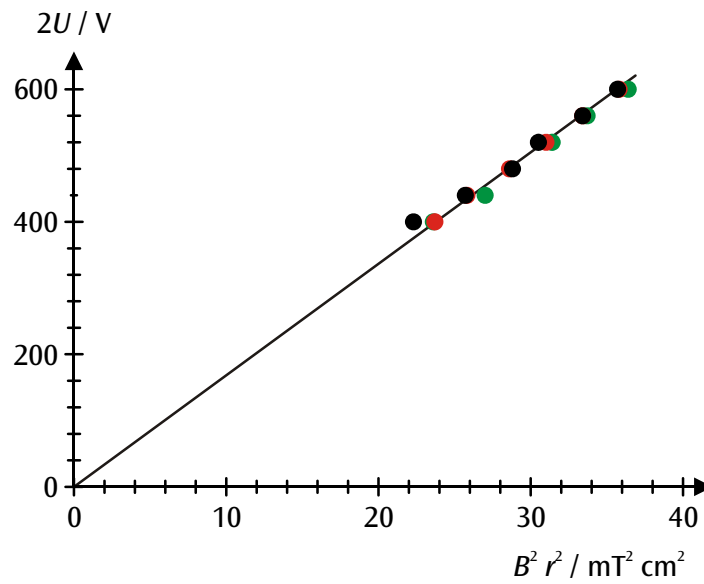

Fig. 3: Diagrama $r^2 B^2 - 2U$ dos valores de medição (preto: $r = 5$ cm, vermelho: $r = 4$ cm, verde: $r = 3$ cm)
- Para uma análise mais detalhada, inserir dos valores de medição num diagrama $r^2 B^2 - 2U$ (veja fig. 3). O aumento dos dados originais corresponde a e/m .